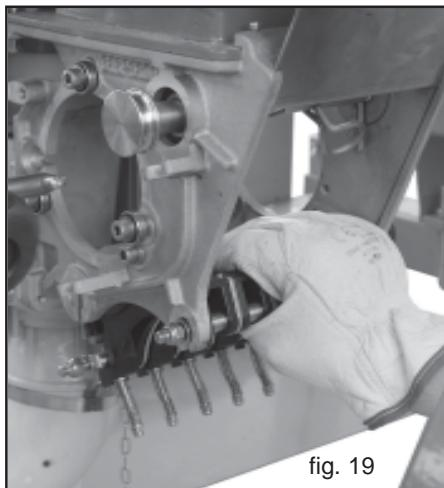
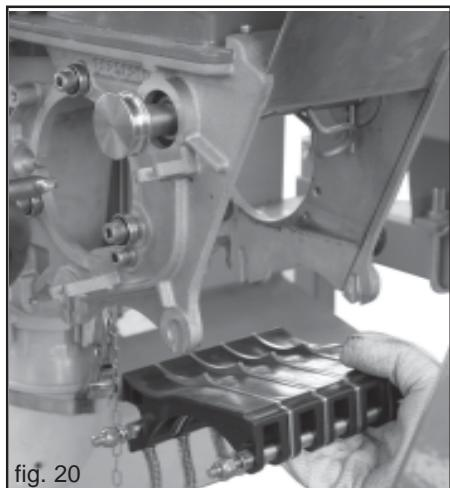

fig. 19
fig. 20
- 3) Extrageti grupul de tastatori din partea posterioara (Fig. 19), si apoi extrageti si din partea anterioara (Fig. 20).